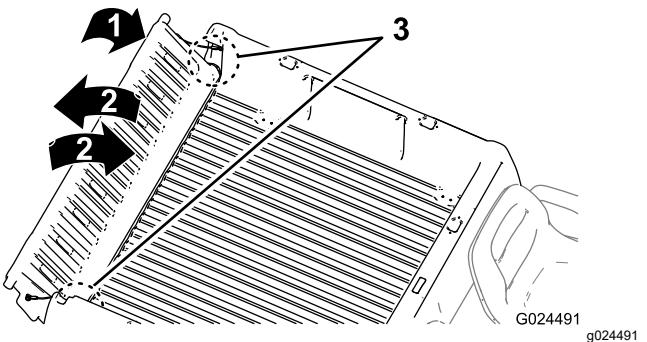

Figura 15
2. Gire el portón trasero a un ángulo de 45° aproximadamente (Figura 15).
3. Mueva el portón trasero varias veces hacia adelante y hacia atrás con breves sacudidas (Figura 15).